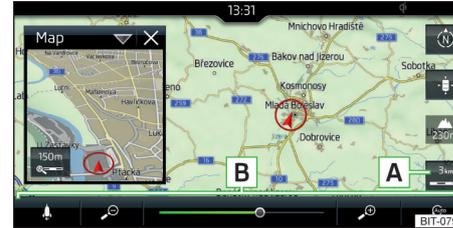

Abb. 211
➤ Die Funktionsfläche **A** » **Abb. 211** bzw. » **Abb. 212** antippen.
Im Bereich **B** » **Abb. 211** bzw. » **Abb. 212** werden Funktionsflächen für die Kartenmaßstabsänderung eingeblendet.
- ▶ Die Funktionsfläche **A** antippen und den gewünschten Maßstab mit dem Schieberegler oder mittels der Funktionsflächen / » **Abb. 211** einstellen (gilt für das Infotainment Columbus).